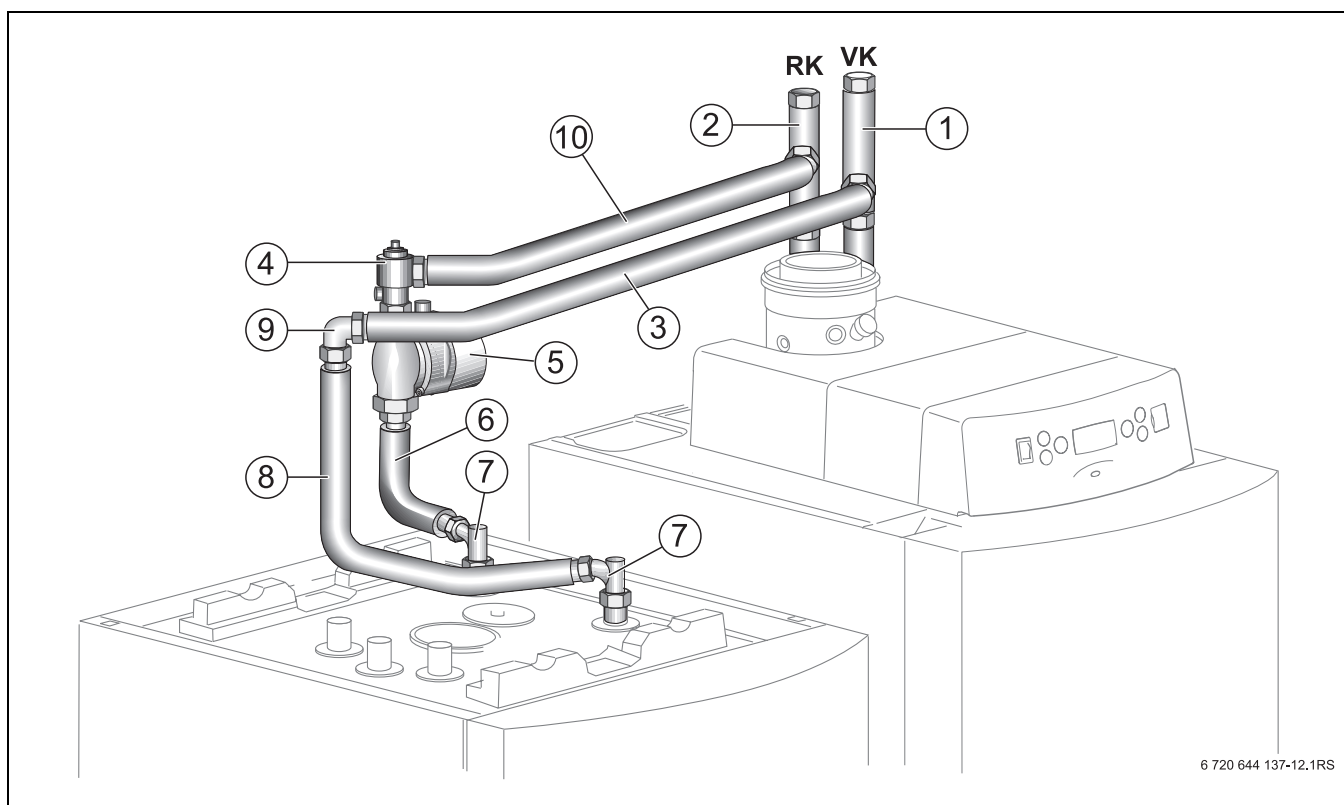

Fig. 16 Montaggio del gruppo tubazioni lato circuito riscaldamento tra caldaia e S135 o S160 collocato in posizione verticale a sinistra
- ▶ L'orientamento dei raccordi è rappresentato nella fig. 16.
Tab. 6 Legenda per la fig. 16